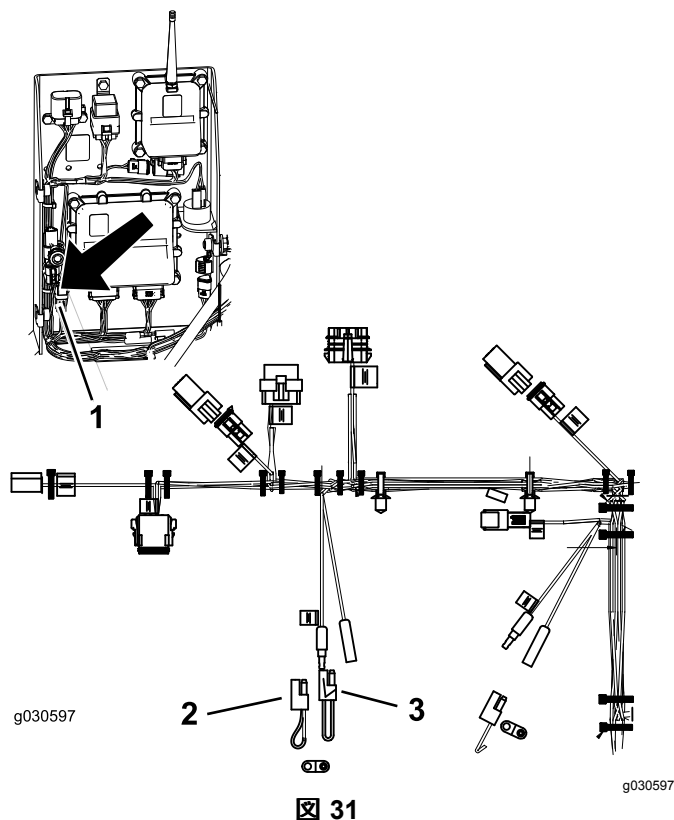

図 31
2. 図 31 に示すピグテールコネクタから2本の接続を外す。